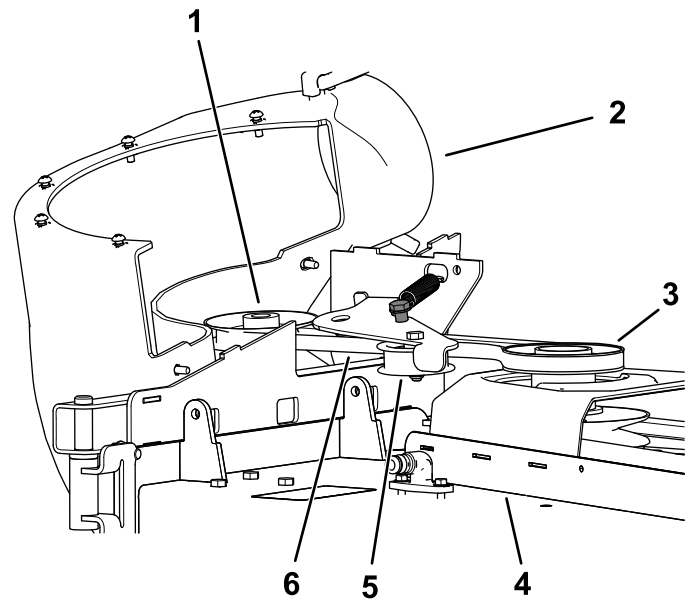

Figure 35
2. Tirez sur la poulie de tension rappelée par ressort pour détendre la courroie (Figure 35).
6. Faites passer la courroie neuve autour des poulies de ventilateur (Figure 35).
8. Faites passer la courroie neuve autour de la poulie du plateau de coupe (Figure 35).
9. Tirez la poulie de tension rappelée par ressort en arrière et chaussez la courroie dessus (Figure 35).